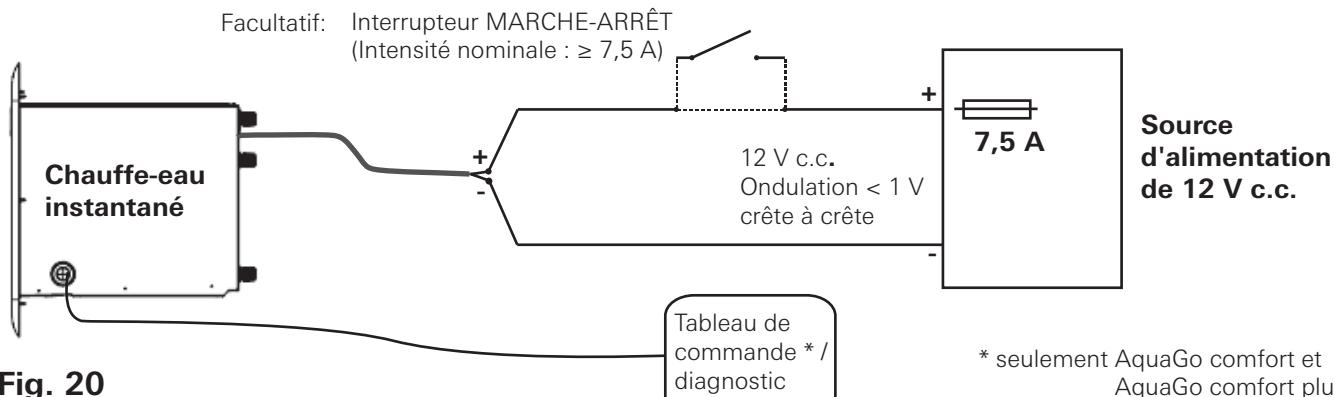

Fig. 20
- Branchez le tuyau d'eau froide (1) à la partie inférieure de l'appareil.
- Branchez le tuyau d'eau chaude (2) à la partie supérieure de l'appareil.
- **Modèle AquaGo comfort plus seulement :** Branchez le tuyau pour la conduite de circulation (3).
- Branchez les câbles électriques, en respectant la polarité, à la source d'alimentation électrique de 12 V c. c. (reportez-vous à la section « Raccordement électrique pour tous les modèles » à la page 32). Installez un fusible de 7,5 A réservé exclusivement à l'appareil (voir la Fig. 20).